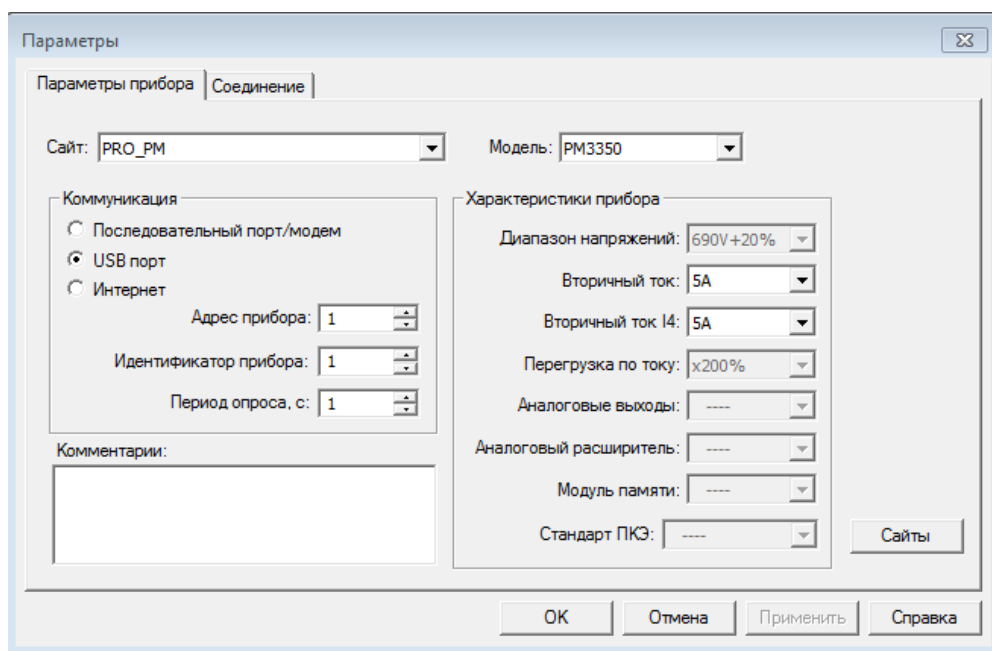

Рисунок 65 – Выбор вида связи
1) В ПО PAS на панели меню выберите «Конфигурация» – «Параметры прибора», в появившейся экранной форме (рисунок 65) выберите желаемый вид